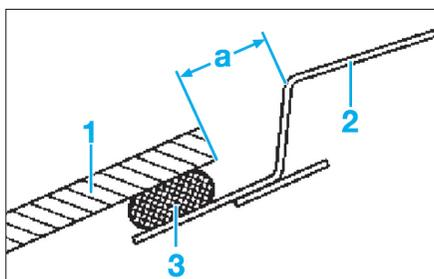

Fig. 1
- Ajuster le pare-brise dans son encadrement (**Fig.1**) :
- placer le pare-brise (1) sur les caoutchoucs intercalaires.
- régler la côte d'écartement "a = 4 mm" entre le bord supérieur du pare-brise (1) et l'arête avant du toit (2).
- placer du ruban adhésif en deux endroits entre le bord supérieur du pare-brise (1) et l'arête avant du toit (2).
- couper les rubans adhésifs sur le bord supérieur du pare-brise (1) sans les enlever.
- Appliquer un cordon de colle (3) d'environ 13 mm sur le rebord de la carrosserie.